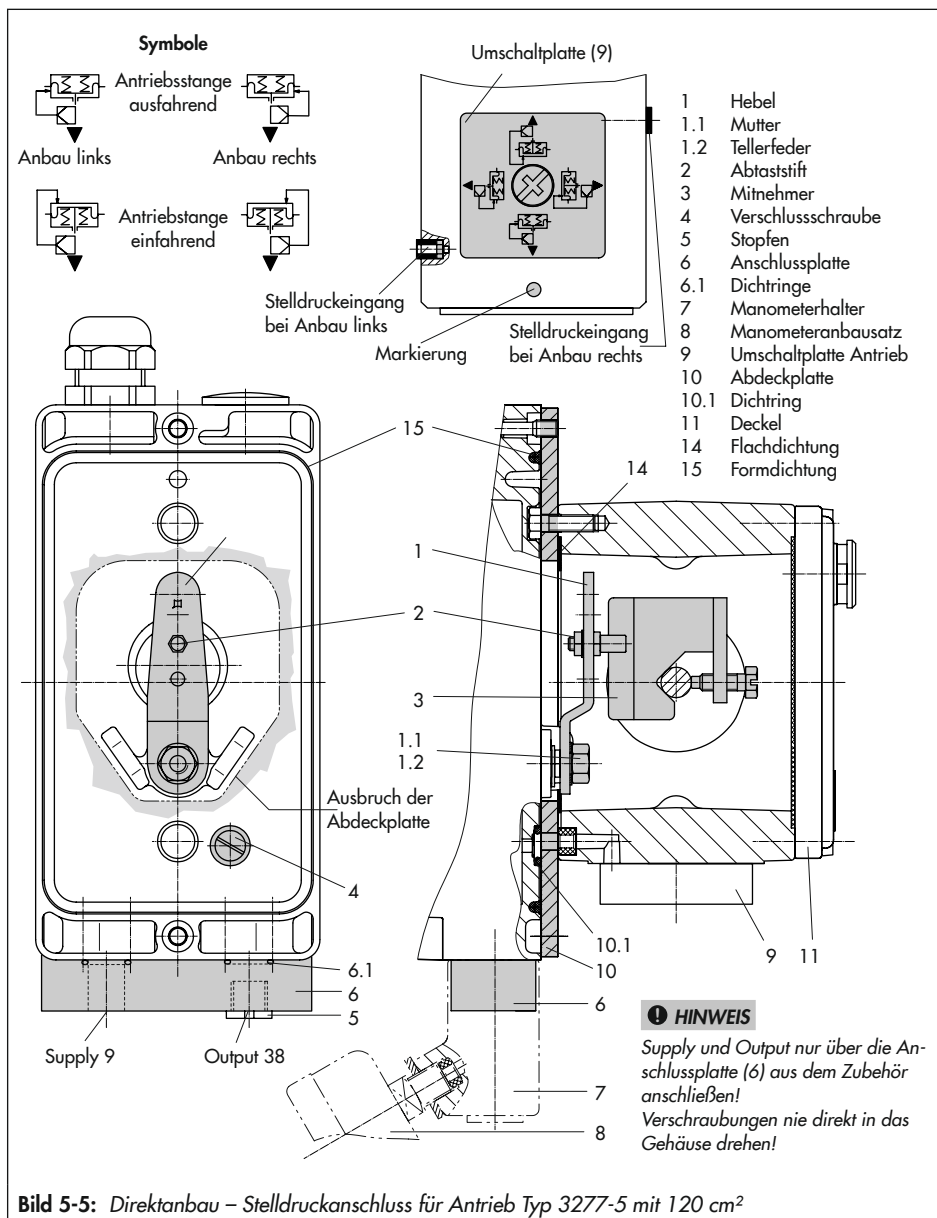

Bild 5-5: Direktanbau – Stelldruckanschluss für Antrieb Typ 3277-5 mit 120 cm²
Antrieb mit 120 cm² (vgl. Bild 5-5)
4. Abdeckplatte (10) mit schmaler Seite des Ausbruchs (Bild 5-5 links) in Richtung zum Stelldruckanschluss befestigen, die aufgeklebte Flachdichtung (14) muss zum Antriebsjoch zeigen.
5. **Hub 15 mm:** Am Hebel M (1) auf der Stellungsregler-Rückseite verbleibt der Abtaststift (2) auf Stiftposition 35 (Lieferzustand).